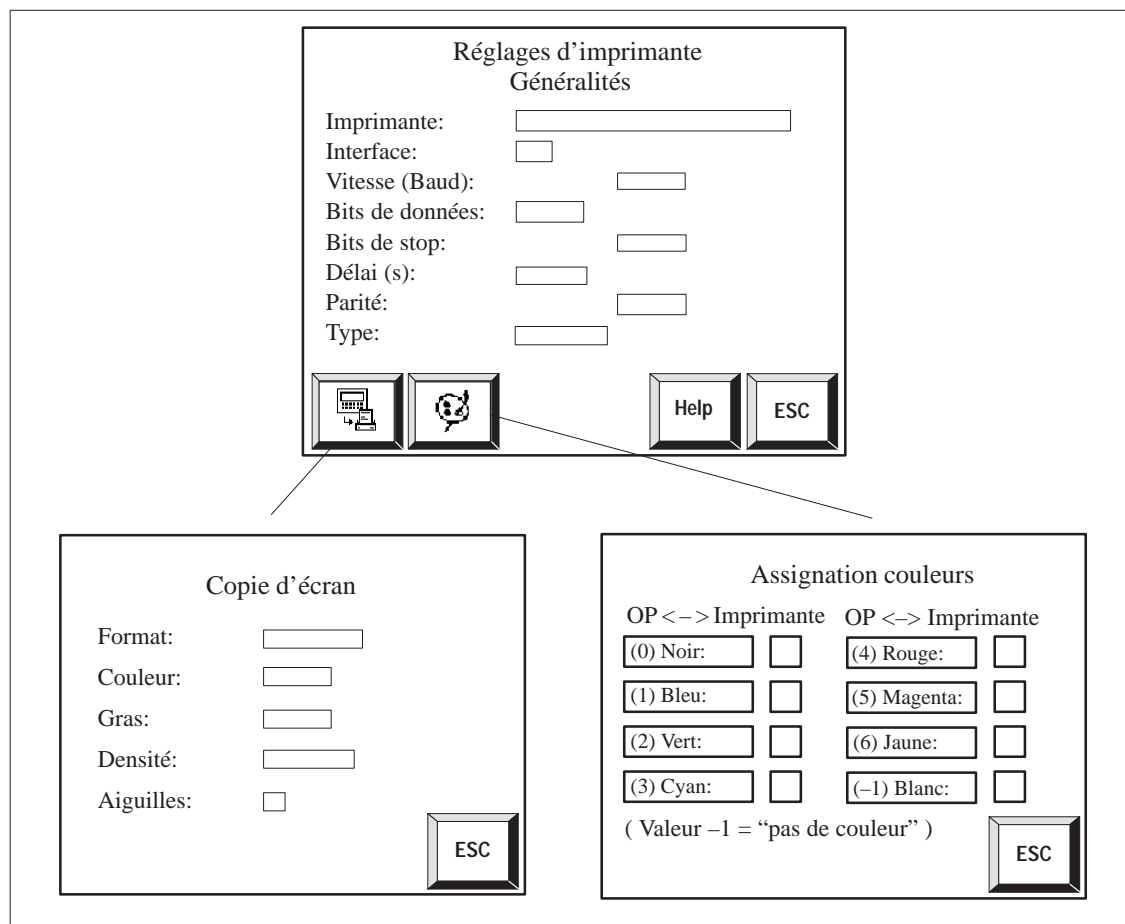

Figure 7-1 Images standard pour le réglage de l'imprimante (exemple du TP27-6)
- avec le TP27-6, dans les images standard *Réglages d'imprimante Généralités*, *copie d'écran* et *Assignation couleurs* (figure 7-1),